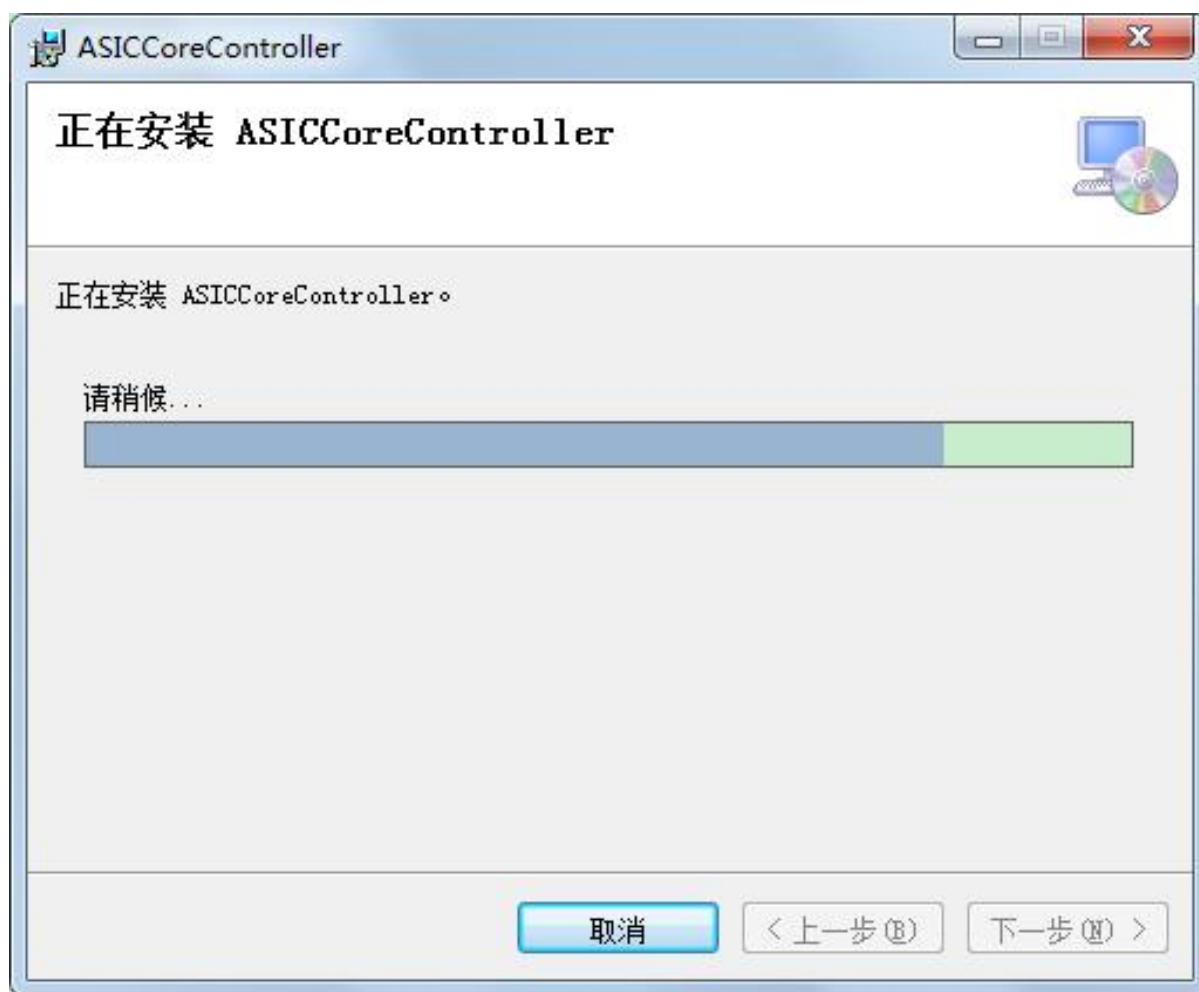

图 4-4 软件安装界面四
4) 安装过程中会出现安装进度界面，耐心等待安装完成，如图 4-4 所示。